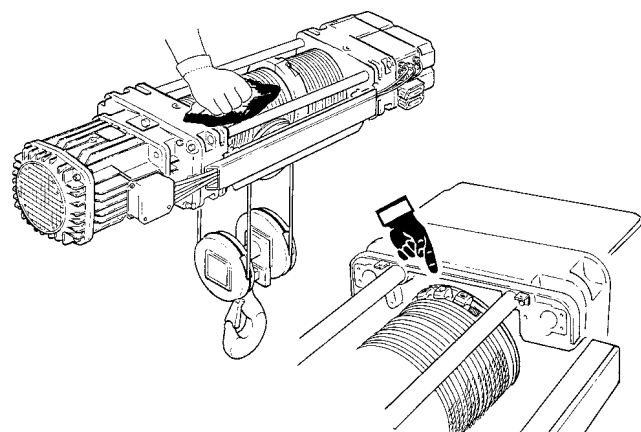

fig. 136
*Verifica trimestrale dell'efficienza del gruppo mantello tamburo/guidafune (fig. 136):*